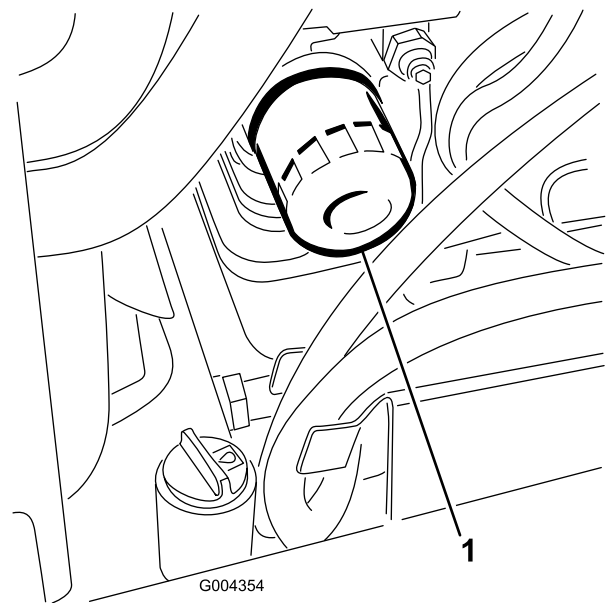

Figure 45
4. Déposez le filtre à huile (Figure 45).